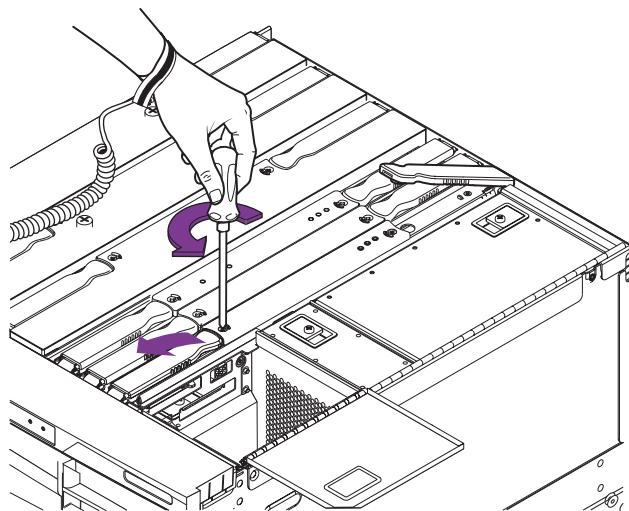

図 10-4 IB\_SSC アセンブリの取り外しレバーのロック解除
11. システムの右側から、プラスのねじ回し (Phillips の 2 番) を使用して、IB\_SSC アセンブリの取り外しレバーのロックを解除します (図 10-4)。